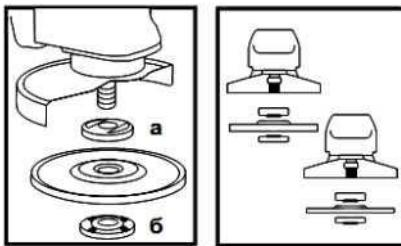

Рисунок 2
4.4 Встановіть на виріб шліфувальний або відрізний круг. Для цього натисніть на кнопку фіксації шпиндула (1) і поверніть його до такого положення, при якому він зафіксується. За допомогою вилочного ключа з комплекту виробу відверніть і зніміть затискну гайку (б) (дивіться рисунок 2).
4.5 Встановіть шліфувальний диск на посадкове місце фланцевої шайби (а) (рисунок 2), наживіть рукою затисну гайку на шпиндель і затягніть її ключем з комплекту пристладу.